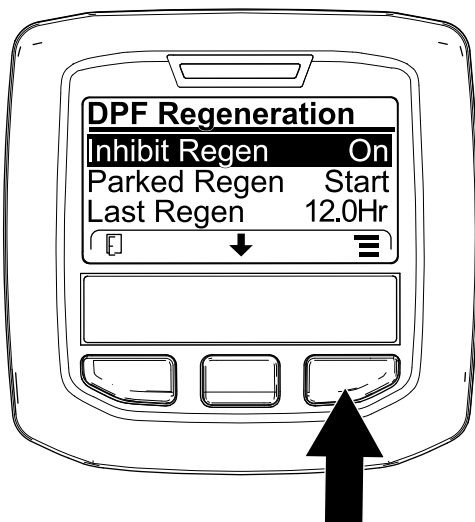
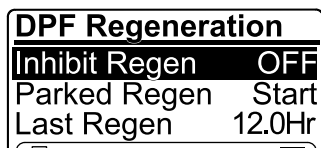

Figure 66
Figure 67
1. Ouvrez le menu DPF Regeneration (régénération du FAP), appuyez sur le bouton central pour naviguer jusqu'à l'option INHIBIT REGEN (interdiction de régénération), et appuyez sur le bouton droit pour la sélectionner (Figure 66).
2. Appuyez sur le bouton droit pour changer l'option d'interdiction de régénération de On (activée) à Off (désactivée) (Figure 66) ou inversement (Figure 67).